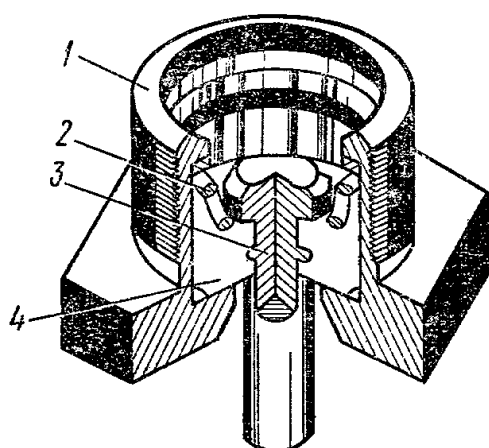

Рис. 13. Вентиль спускной:
4.7.5. Вентиль спускной (рис.13) устанавливается в воздушном баллоне прицепа и предназначен для слива конденсата из баллона. Для слива конденсата нажмите на шток 3. При отпускании спускной вентиль автоматически герметизируется.